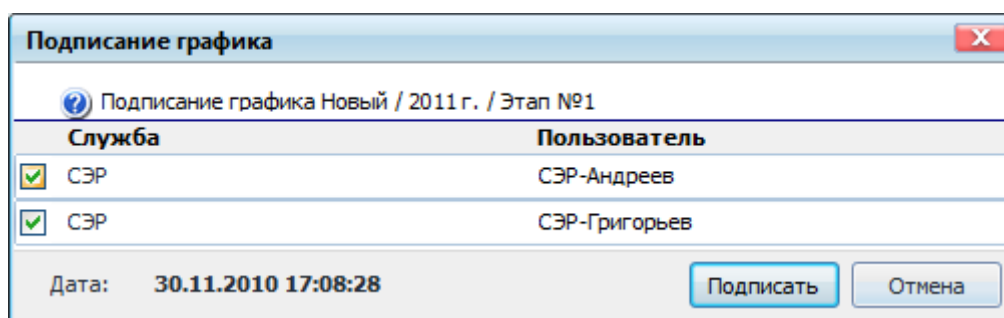

Рисунок 10.183 – Подписание за других пользователей
- если этап маршрута состоит из нескольких элементов, то на форме отображается список пользователей / служб всех элементов этапа. Пользователю, обладающему правом «*Право подписи за другого*», необходимо поставить флаг напротив тех пользователей / служб, за которых он поставит подпись (Рисунок 10.183);